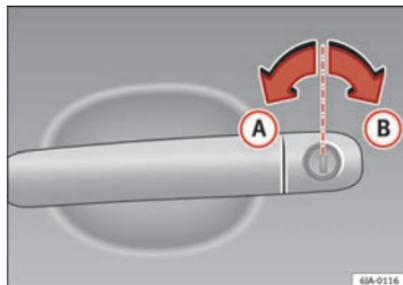

Fig. 45 Posiciones de la llave durante bloqueo y desbloqueo del vehículo
- Gire con la llave en el bombín del lado conductor en el sentido de marcha hasta su posición de apertura (A) ⇒ fig. 45.
- Gire con la llave en el bombín del lado conductor contra el sentido de marcha hasta su posición de cerradura (B) ⇒ fig. 45.